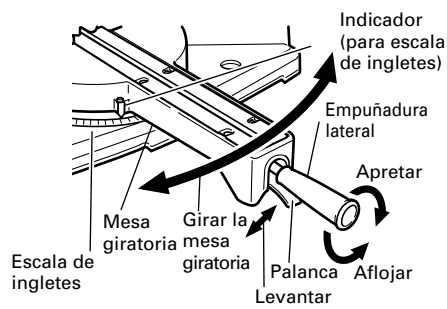
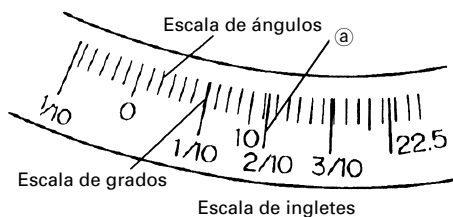

Fig. 30
Fig. 31
(1) Afloje la empuñadura lateral y tire hacia arriba de la palanca para los topes de ángulo. Luego, ajuste la mesa giratoria hasta que el indicador se alinee con el ajuste deseado de la escala de ángulos de inglete (Fig. 30).
(2) Vuelva a apretar la empuñadura lateral para asegurar la mesa giratoria en la posición deseada.
(3) La escala de ingletes (Fig. 31) indica tanto el ángulo de corte de la escala de ángulos como el gradiente en la escala de ángulos.
(4) El gradiente, que es la proporción de la altura hasta la base de la sección triangular a extraerse, puede utilizarse para el ajuste de la escala de ingletes en vez del ángulo de corte, si así se desea (consulte la Fig. 31).
(5) Por lo tanto, para cortar una pieza de trabajo con un grado de 2/10, ajuste el indicador a la posición **a** como se indica en la Fig. 31.